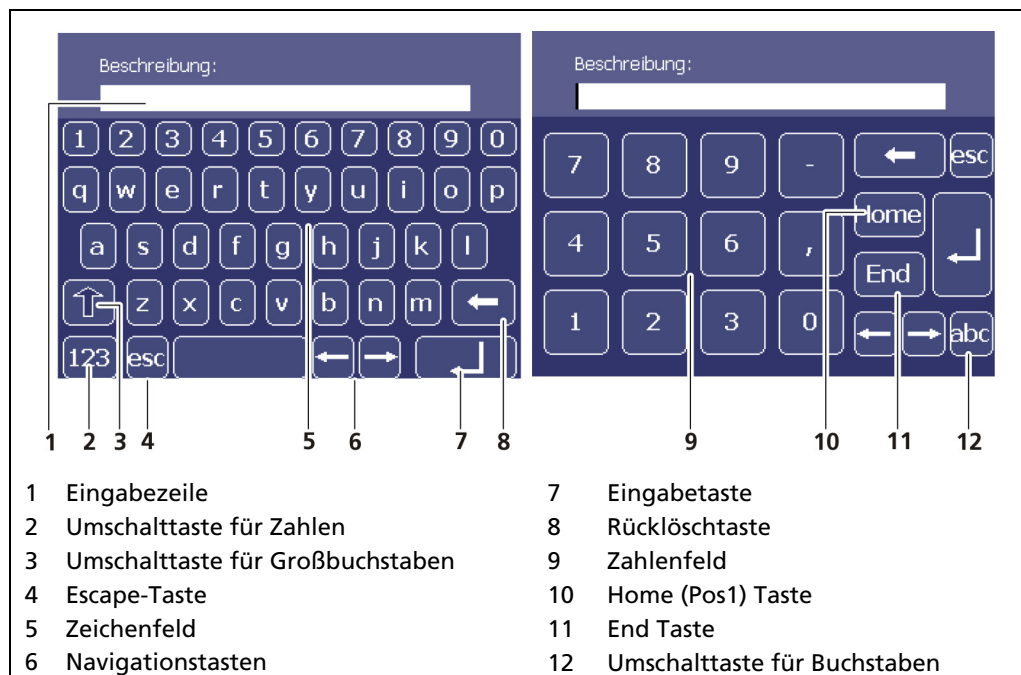

Abb. 20 Bildschirmtastatur
1. Klicken Sie auf das Symbol (Abb. 20, Pos. 1, Pos. 2), um detaillierte Informationen über das Ereignis (Abb. 20, Pos. 3, Pos. 5, Pos. 6) anzuzeigen.
2. Klicken Sie die Schaltfläche <Bestätigen> (Abb. 20, Pos. 1, Pos. 4), um ein Ereignis zu bestätigen, das eine manuelle Bestätigung erfordert.
3. Klicken Sie <Schließen> (Abb. 20, Pos. 7), um in das Untermenü bzw. in die Standardanzeige zurückzukehren.
- Das Symbol (Abb. 20, Pos. 1, Pos. 2) verschwindet aus der Statusinformation.
Wenn Sie ohne zu bestätigen auf die Schaltfläche <Schließen> klicken, wird die Ereignismeldung geschlossen, das Symbol (Abb. 20, Pos. 1, Pos. 2) wird weiterhin angezeigt.